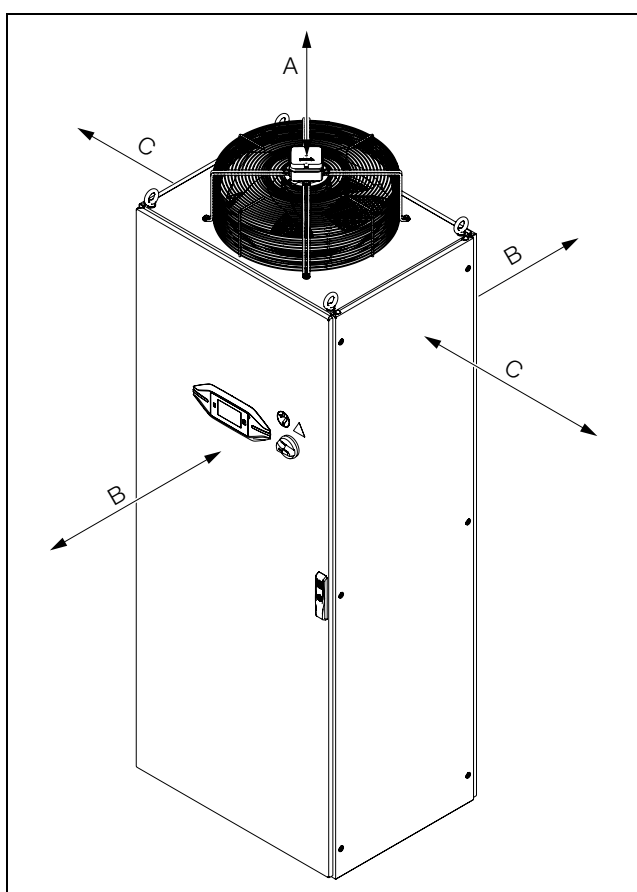

Fig. 7 : distances minimales
- L'ouverture en haut du refroidisseur d'eau doit rester libre pour l'évacuation sans entraves de l'air chaud (voir fig. 7). Afin de raccorder les conduites d'alimentation et de faciliter les opérations d'entretien et de réparation, les distances minimales indiquées sur la fig. 7 doivent en outre être respectées.
- Ces distances minimales sur la fig. 7 doivent également être respectées pour éviter un « court-circuit d'air » (mélange de l'air sortant avec l'air entrant) et ainsi garantir la pleine puissance frigorifique.